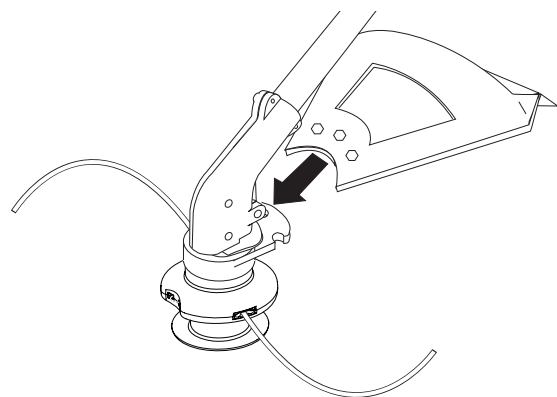

Fig. 4
1. Glissez le protecteur d'accessoire de coupe dans son support, situé sur l'accessoire. Alignez les trous à vis du protecteur avec ceux de l'accessoire de coupe (Fig. 4).